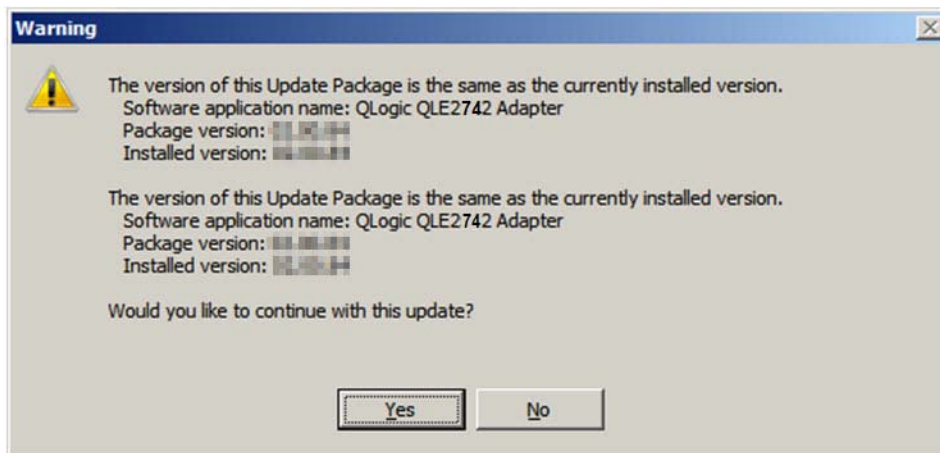

Figure 3-2. Poursuivre l'installation du Dell Update Package
2. Suivez les instructions du programme d'installation. Si un message d'avertissement apparaît (Figure 3-2), cliquez sur **Yes** (Oui) pour continuer l'installation.